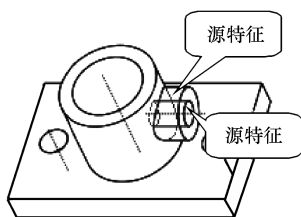

图 8-13 定义源特征
(6) 在图形区单击鼠标中键完成移动复制，如图 8-13 所示。
(7) 按住〈Ctrl〉键在模型树选择“拉伸5”和“孔1”，如图8-13所示。